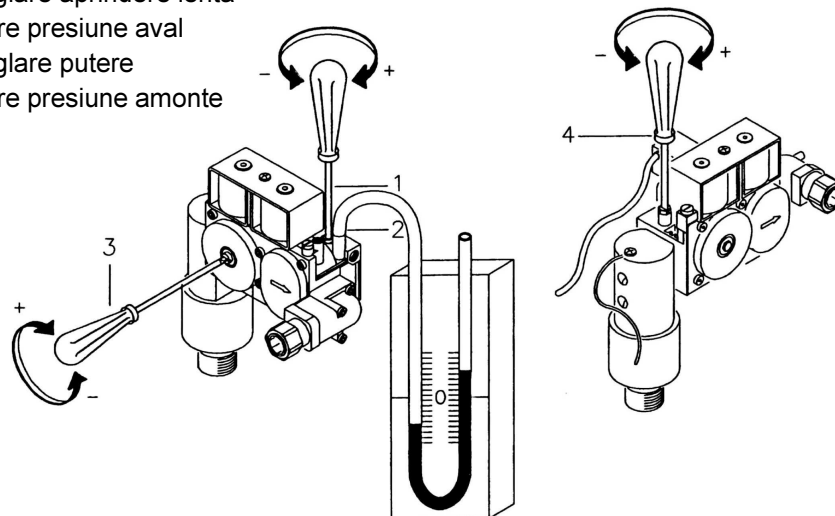

Fig. 6.1. Reglarea presiunii gazului în electrovalvă și ștuturile de prelevare a presiunii
- 6) Se regleaza presiunea la arzator cu ajutorul regulatorului de presiune al electrovalvei, prin rotirea surubului (3) (fig. 6.1, pag.38).
- 7) Se verifica ca presiunea la arzator, masurata in punctul (2), (fig.6.1., pag.38) sa corespunda cu valoarea de pe eticheta.
- 5) Se regleaza presiunea la arzator prin intermediul regulatorului de presiune a electrovalvei actionand (pct. 3 fig. 6.1.).
- 6) Se porneste echipamentul si se verifica presiunea la arzator (pct. 2, fig. 6.1.) corespunzator valorilor inscrise pe eticheta.